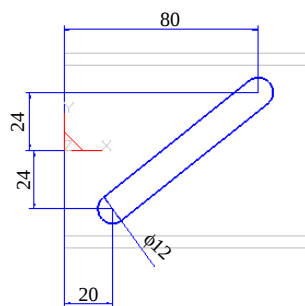

图 8-217 绘制草图
3) 选择草图中直线、圆弧、修剪等工具，绘制如图 8-217 所示的草图。